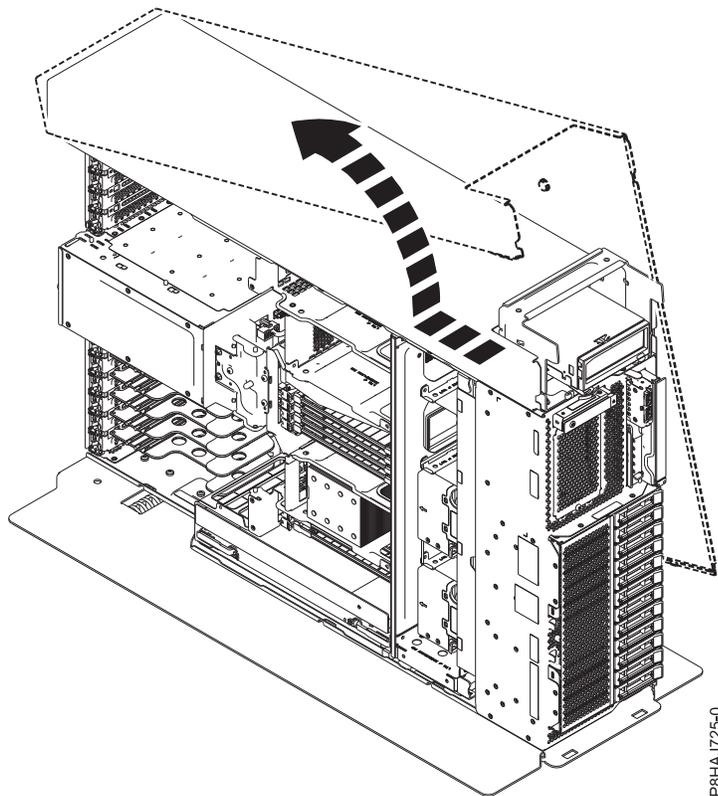

Figura 79. Remover a tampa frontal 8286-41A
5. Deslize a tampa lateral para fora do sistema na direcção apresentada em Figura 79.